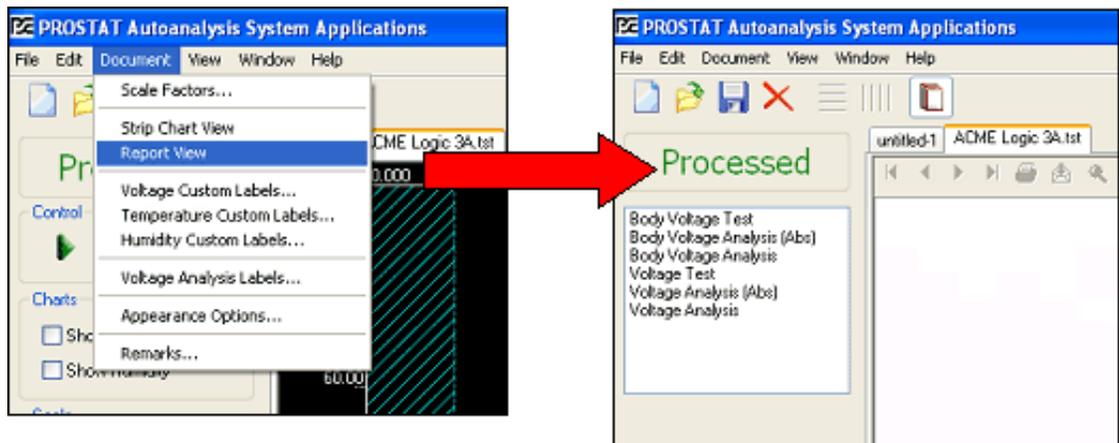

図 28: Documentを開きメニューからReport Viewを選択します。
9. 基本的な計算が完了すると詳細なレポートを作成します。 **Document**を開き（図28）**Report View**を選択してください。